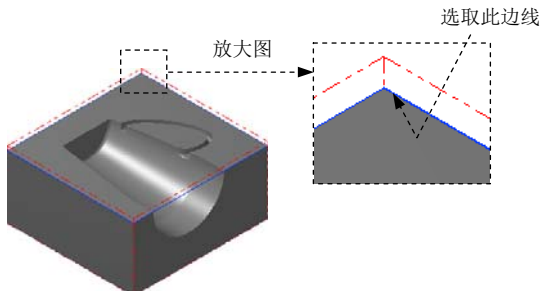

图 21.10 选取切削范围边线
(2) 设置加工边界。在 **Containment boundary** 区域中单击 按钮，系统弹出“串连选项”对话框。在图形区中选取图 21.10 所示的边线，单击 按钮，系统返回至“刀具路径的